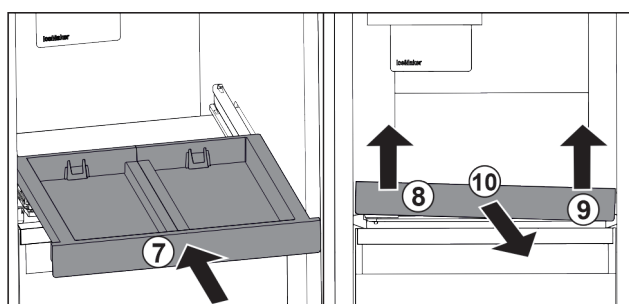

Fig. 119
- Wsunąć wyszukaną półkę. Fig. 119 (7)
- Unieść wyszukaną półkę z przodu po lewej. Fig. 119 (8)
- Unieść wyszukaną półkę z przodu po prawej. Fig. 119 (9)
- Wyjąć wyszukaną półkę do przodu. Fig. 119 (10)